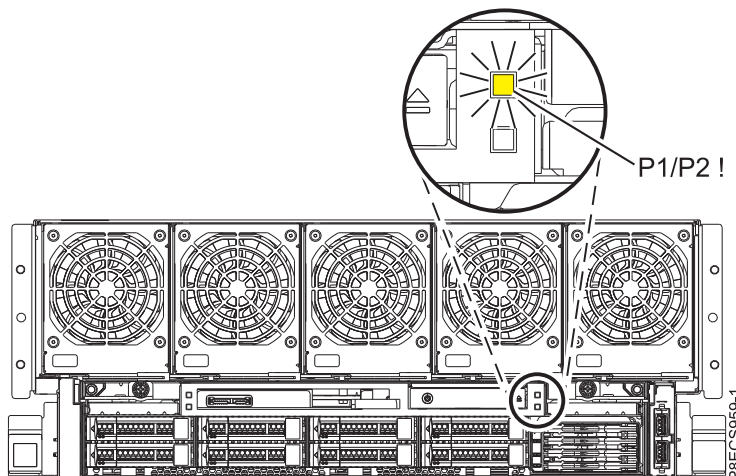

Abbildung 2. Vordere Fehler-LED **P1/P2 !** am System vom Typ 8408-44E oder 8408-E8E.
8. Achten Sie auf den Status der Fehler-LED **P1/P2 !**, die sich an der Vorderseite Ihres Systems vom Typ 8408-44E oder 8408-E8E befindet, wie in Abb. 2 gezeigt.